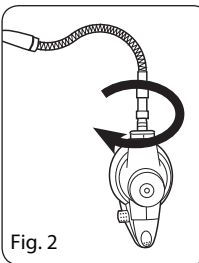

Fig. 2
1. Monter le tube à poignée intégrée sur la buse vapeur de l'appareil (Fig. 2). Emboîter le tube flexible sur l'embout du nettoyeur en faisant correspondre les deux repères et tourner la poignée du tube dans le sens des aiguilles pour la verrouiller.